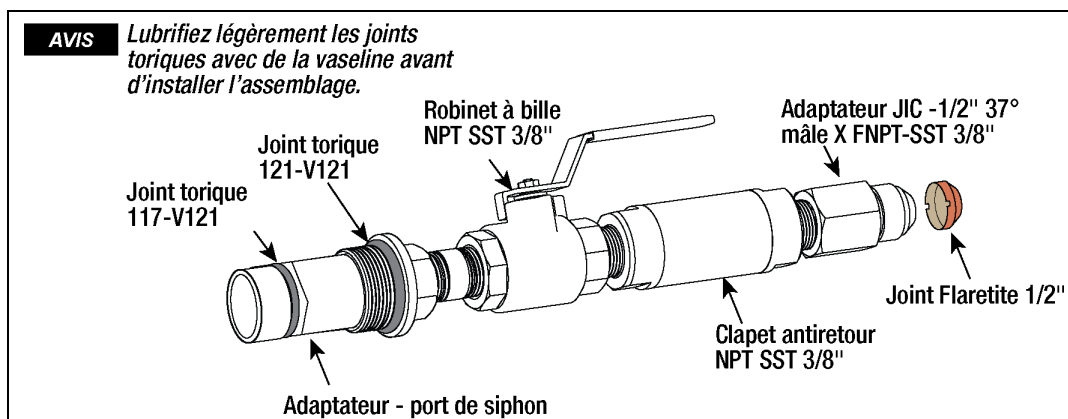
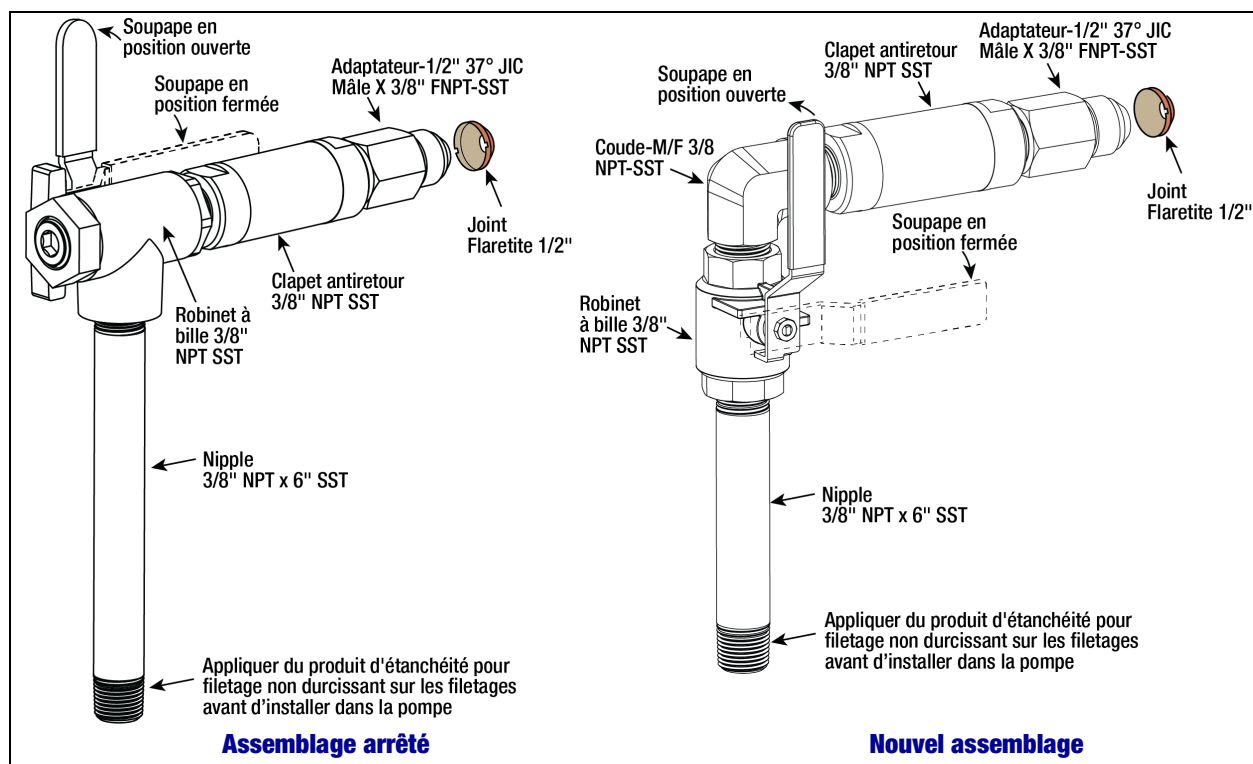

Figure 15. Assemblage du port de siphon de la pompe TRJ
Figure 16. Assemblage de l'adaptateur de PTS FE Petro
3. Lubrifiez les deux joints toriques de l'assemblage d'adaptateur de PTS avec de la vaseline, installez l'assemblage dans le port de siphon de la PTS, et serrez fermement (voir Figure 15).
- Prenez l'assemblage d'adaptateur de PTS dans le kit (voir Figure 16).
- Placez un joint Flaretite 1/2" du kit sur le raccord JIC 1/2" sur le dessus de l'assemblage d'adaptateur de PTS, et raccordez-y l'extrémité coudée JIC 1/2" du tube flexible (voir l'exemple de positionnement du joint Flaretite à la Figure 15 ou à la Figure 16 selon les besoins).